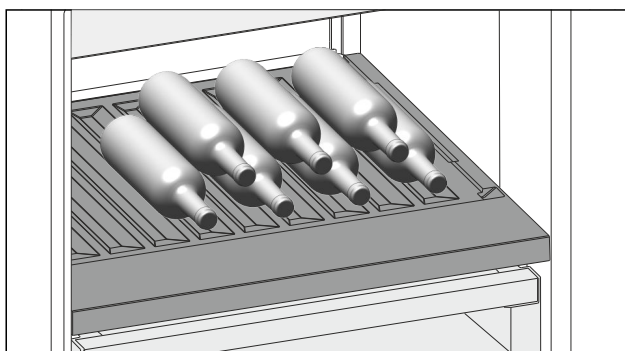

Fig. 106 Beispielfhafte Darstellung
- Flaschen mit dem Boden nach hinten zur Rückwand einlegen. (siehe Fig. 106)